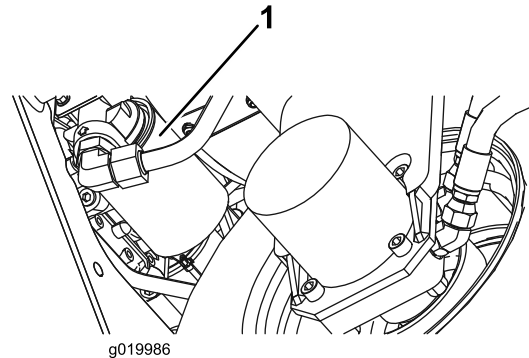

Bild 78
2. Reinigen Sie den Anbaubereich des Filters. Stellen Sie eine Auffangwanne unter den Filter (Bild 78) und entfernen den Filter.